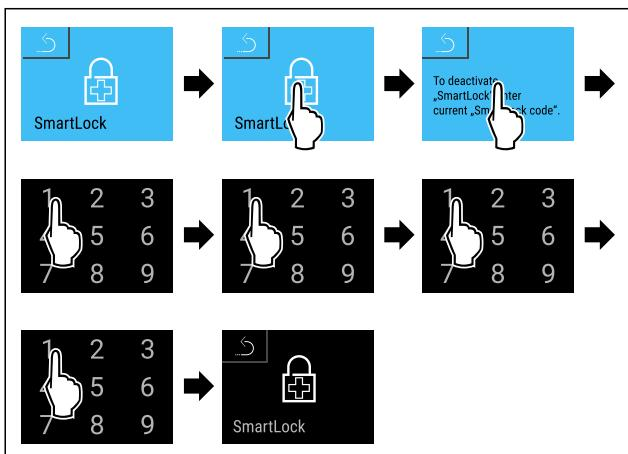

Fig. 84
- Seguir los pasos de procedimiento (consulte Fig. 84).